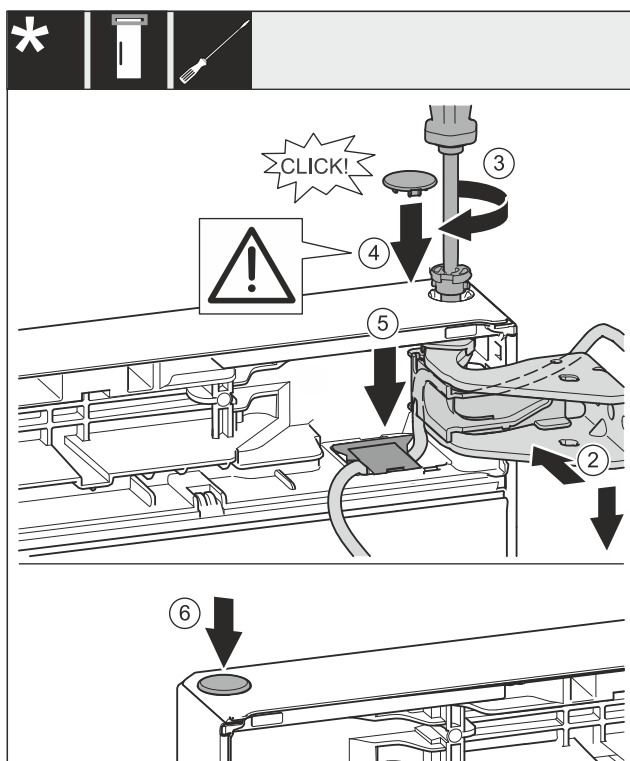

Fig. 31
- ▶ Rikta dörren ovan mot öppningen i lagerbocken. Fig. 31 (2)
- ▶ Sätt in bulten och skruva fast med skruvmejsel T15. Fig. 31 (3)
- ▶ Montera säkringsskydd på dörrspärren: Sätt in säkringsskyddet och kontrollera om det ligger på dörren. Sätt annars in bulten helt. Fig. 31 (4)
- ▶ Sätt in skyddet och tryck nedåt tills det hakar i. Fig. 31 (5)
- ▶ Sätt in plugg. Fig. 31 (6)